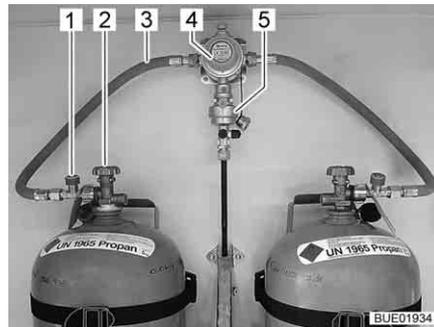
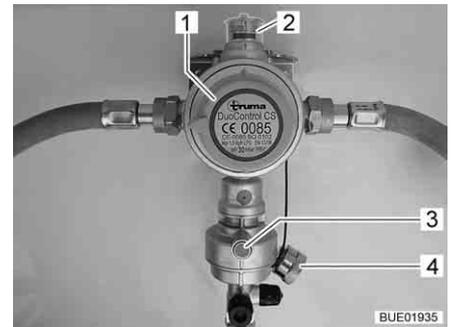

Fig. 92 Bombole del gas con DuoControl
Fig. 93 Impianto di regolazione DuoControl
L'impianto di regolazione DuoControl consiste in una valvola di commutazione (Fig. 92,4) e un sensore crash (Fig. 92,5). L'impianto di regolazione DuoControl è installato tra i tubi flessibili del gas (Fig. 92,3) con un dispositivo antirottura del tubo flessibile (Fig. 92,1). Con la manopola (Fig. 93,1) sulla valvola di commutazione è possibile stabilire quale delle bombole del gas viene utilizzata come bombola in uso e quale come bombola di riserva.
Nella finestra di controllo (Fig. 93,2) viene visualizzato lo stato del rifornimento di gas:
Il funzionamento con una sola bombola del gas è consentito, ma in questi casi il collegamento aperto deve essere assolutamente chiuso con una copertura cieca (Fig. 93,4).
**Sensore crash** Il sensore crash blocca l'alimentazione del gas in caso di forti vibrazioni (es. incidente). Il sensore crash viene azionato mediante pressione del tasto reset verde (Fig. 93,3).
**Dispositivo antirottura del tubo flessibile** Il dispositivo antirottura del tubo flessibile (Fig. 92,1) blocca il flusso di gas quando il tubo flessibile collegato si rompe. Il dispositivo antirottura del tubo flessibile deve essere attivato premendo il tasto verde.
**Centralina di controllo** Tramite la centralina di controllo (Fig. 94) è possibile attivare e disattivare l'alimentazione del gas tramite l'impianto di regolazione DuoControl. Le valvole principali di arresto (Fig. 92,2) delle bombole del gas e i rubinetti di arresto del gas degli apparecchi devono essere aperti manualmente.
- Con la manopola (Fig. 93,1) sulla valvola di commutazione selezionare la bombola del gas, da cui proviene la principale alimentazione del gas (bombola in uso). Girare la manopola fino all'arresto.
- Aprire le valvole principali di arresto (Fig. 92,2) delle bombole del gas.
- Premere il tasto verde del dispositivo antirottura del tubo flessibile (Fig. 92,1). Nella finestra di controllo (Fig. 93,2) viene visualizzato il simbolo verde.
- Chiudere le valvole principali di arresto (Fig. 92,2) delle bombole del gas.
Se la spia di controllo verde (Fig. 94,6) si spegne durante il funzionamento e la spia di controllo rossa (Fig. 94,5) si accende, significa che la bombola in uso è vuota e deve essere sostituita. Nella finestra di controllo (Fig. 93,2) viene visualizzato il simbolo rosso. La bombola di riserva continua ad alimentare le utenze a gas.
- Ruotare di mezzo giro la manopola (Fig. 93,1) in direzione della bombola del gas utilizzata. In questo modo questa bombola del gas ora è la bombola in uso, mentre la bombola del gas vuota diventa la bombola di riserva. Il simbolo nella finestra di controllo (Fig. 93,2) passa da rosso a verde.
- Chiudere la valvola principale di arresto (Fig. 92,2) della bombola del gas vuota. Osservare la direzione della freccia.
- Premere il tasto verde del dispositivo antirottura del tubo flessibile (Fig. 92,1).